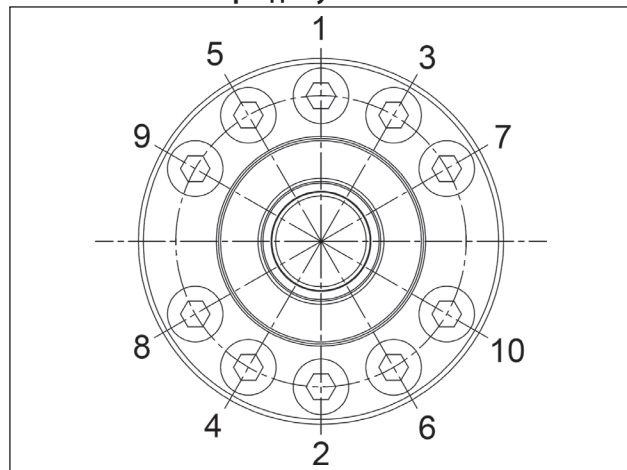

Рис. 132
** Винты крепления опор, схема Рис. 132, необходимо затягивать в два этапа: